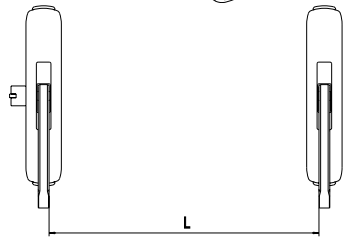

FIG. 10
- 9) Rilevare l'esatta distanza tra le staffe del maniglione (fig. 10)  $L = \dots\dots\dots$  e tagliare la barra alla lunghezza di  $L - 8 \text{ mm} = \dots\dots\dots + 0,5 \text{ mm} / - 1,5 \text{ mm}$
- 9) Measure the exact distance between the stirrup brackets of the panic exit device (Fig. 10)  $L = \dots\dots\dots$  and cut the bar to the length  $L - 8 \text{ mm} = \dots\dots\dots + 0,5 \text{ mm} / - 1,5 \text{ mm}$
- 9) Mesurer la distance exacte entre les brides de la poignée anti-panique (fig. 10)  $L = \dots\dots\dots$  et couper la barre à la longueur de  $L - 8 \text{ mm} = \dots\dots\dots + 0,5 \text{ mm} / - 1,5 \text{ mm}$
- 9) Determine la distancia exacta entre las abrazaderas de la barra (Fig. 10)  $L = \dots\dots\dots$  y corte la barra a una longitud de  $L - 8 \text{ mm} = \dots\dots\dots + 0,5 \text{ mm} / - 1,5 \text{ mm}$
- 9) De exacte afstand tussen de twee beugels van het anti-paniekslot (afb. 10)  $L = \dots\dots\dots$  bepalen en de duwstang op de lengte  $L - 8 \text{ mm} = \dots\dots\dots + 0,5 \text{ mm} / - 1,5 \text{ mm}$  afkorten.
- 9) Jetzt mißt man den genauen Abstand zwischen den Türdrücker-Bügel (Abb. 10)  $L = \dots\dots\dots$  und schneidet die Stange auf eine Länge von  $L - 8 \text{ mm} = \dots\dots\dots + 0,5 \text{ mm} / - 1,5 \text{ mm}$  zu.